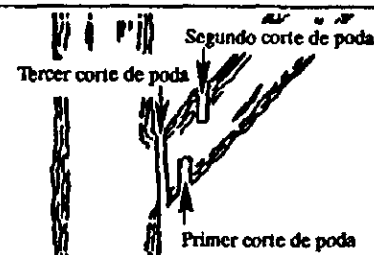

Figura 28
- Vea la Figura 28 para la técnica de poda.